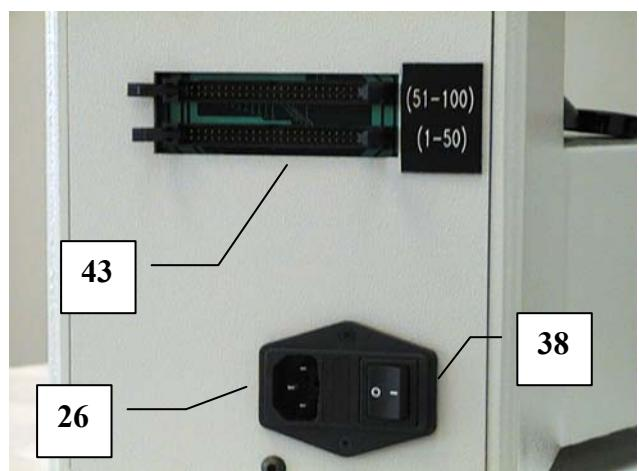

Рис. 11-12 Задняя панель с электрическими соединениями
После обеспечения этих условий, инструмент может быть поключен к электросети. Вставьте сетевой шнур в соответствующий коннектор[26] на задней стороне инструмента, и затем другой конец подключите к электрической розетке. Сетевой выключатель показан под номером [38] на Рис. 11.12. Статус подключения (ON) сигнализируется красным светодиодом на передней панели основания инструмента, Рис. 11-13.